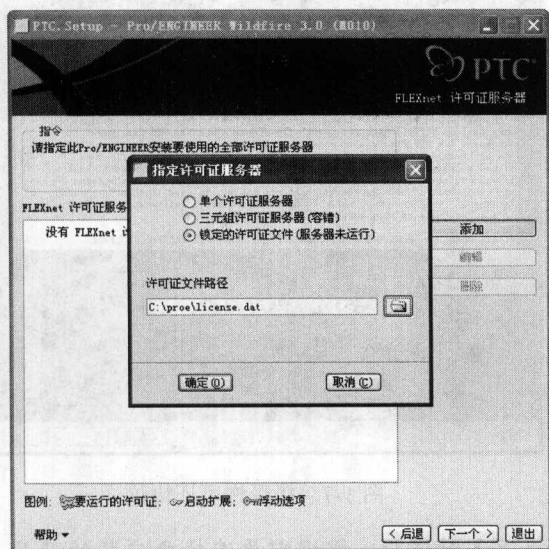

图 1-10 指定许可证文件
(7) 弹出如图 1-10 所示【许可证服务器】对话框, 这一步骤非常重要。对于单机使用者, 单击【添加】按钮, 弹出【指定许可证服务器】对话框, 选择【锁定的许可证文件】选项, 单击【指定】按钮指定许可证文件路径。